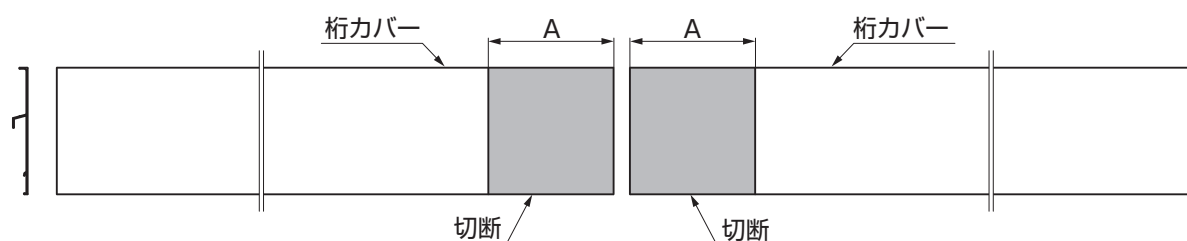

図2-7
①桁カバーの連結側を切断加工してください。（表2-1、図2-7参照）